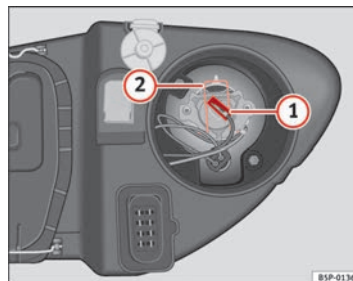

Fig. 167 Luz de carretera
- Extraiga el conector ⇒ fig. 167 ① de la lámpara.
- Presione el resorte ⇒ fig. 167 ② hacia dentro y hacia la derecha.